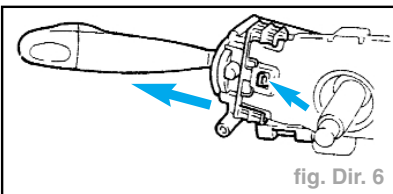

fig. Dir. 6
- Oter le clip, puis déposer le cache de trou de colonne n°2 (fig. Dir. 6).